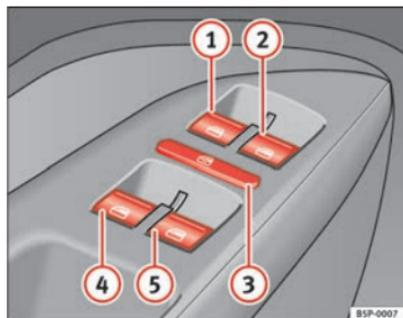

Abb. 67 Ausschnitt aus der Fahrertür: Tasten für die Fenster vorne und hinten
Die Tasten ⇒ Seite 114, Abb. 67 ① und ② haben zwei Stufen zum Öffnen und zwei zum Schließen des Fensters. Dadurch ist es einfacher, die Öffnungs- und Schließvorgänge zu kontrollieren.